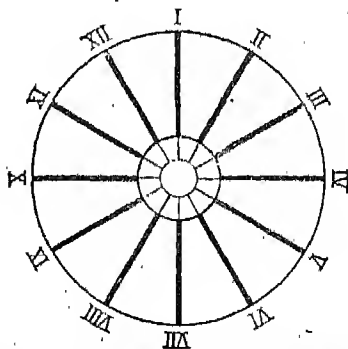

Fig. 7. — Cadran pour l'étude de l'astigmatisme.
c) L'œil des astigmatiques est très déformé ; ce n'est pas une boule bien ronde. Aussi ne peuvent-ils voir distinctement, en même temps, suivant les différentes directions. Par exemple, ils ne peuvent voir nettement, d'un seul coup d'œil, les graduations d'un cadran horaire (fig. 7).